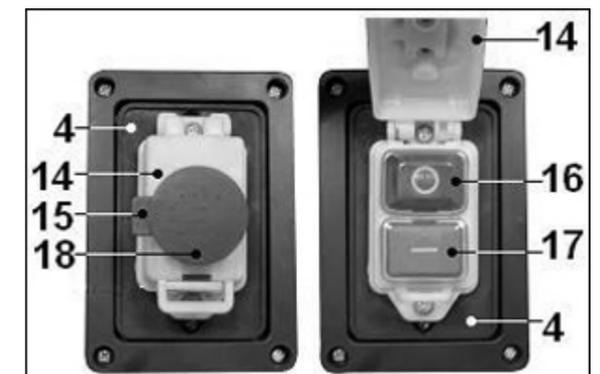

Рис.5.
**ВНИМАНИЕ:** Перед включением вилки шнура питания пылесоса в розетку электросети всегда нужно удостовериться, что магнитный пускатель (4), Рис.5, находится в исправном состоянии.